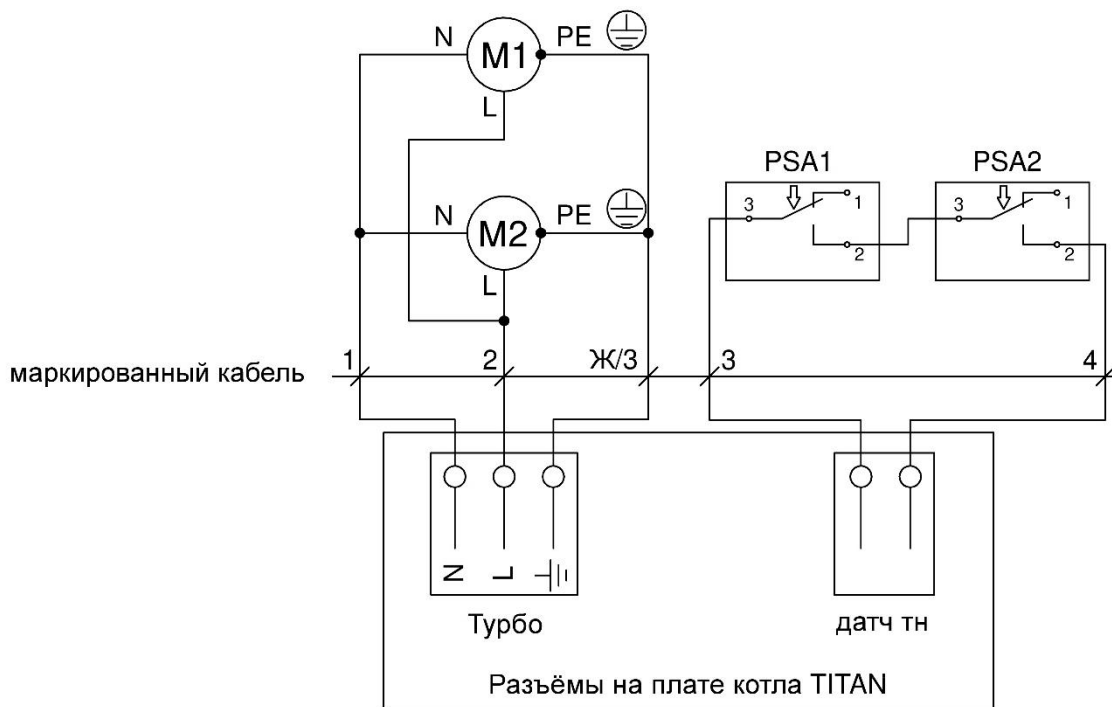

Рисунок 14. Схема электрическая подключения турбонасадки серии TIATRON TurboMax S200 к котлу серии TITAN
Турбонасадка серии **TIATRON TurboMax S200** подключается к котлу серии TITAN в следующем порядке (см. Рисунок 14):
- подключите провода 3 и 4 маркированного кабеля, идущие от прессостата турбонасадки, к разъёму «датч тн», расположенному на плате котла серии TITAN. Полярность проводов в данном случае не имеет значения (см. Рисунок 14);